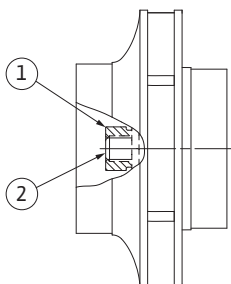

Fig. 55: A járókerékanyája megfelelő helyzete a szerelés után
29. Kézzel rögzítse a tengelyt (lásd a 24. lépést), és húzza be a járókerékanyát az előírt meghúzási nyomatékkal (lásd a következő felsorolást: „11. táblázat: Csavarmeghúzási nyomatékok” a(z) 55. oldalon). Az anyának (Fig. 55, 1. poz.) kb. $\pm 0,5$ mm-re illeszkednie kell a tengelyvéghez (Fig. 55, 2. poz.). Ellenkező esetben lazítsa ki az anyát, és ismételje meg a 25–29. lépéseket.